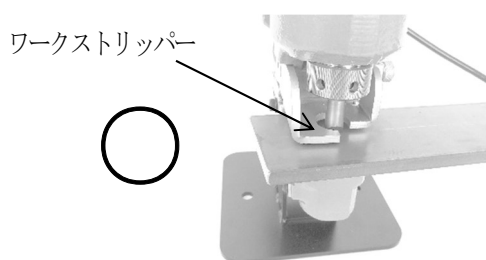

図 F-2 良い例
3. 材料はワークストリッパーに渡る状態で穴あけを行って下さい。(図 F-2, F-3)